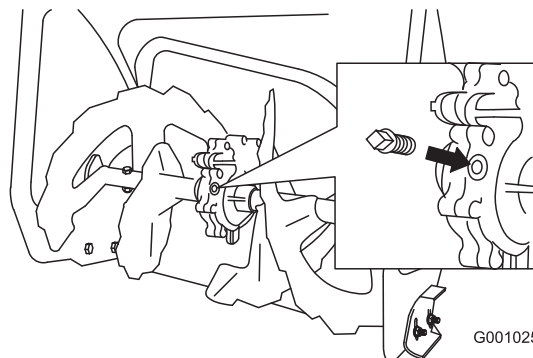

Figure 40
2. Nettoyez la surface autour du bouchon de tuyau (Figure 40).